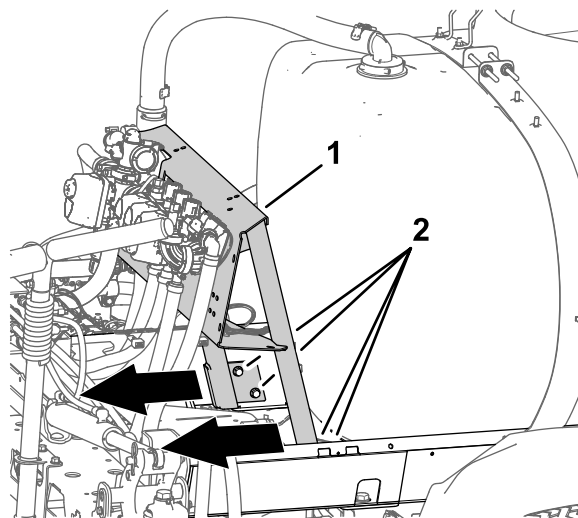

Figura 11
1. Afloje los 4 pernos con arandela prensada (3/8" x 1") y las 4 tuercas con arandela prensada (3/8") que sujetan el panel de montaje de las válvulas al bastidor del depósito (Figura 11).
2. Mueva el panel de montaje de las válvulas hacia atrás (Figura 11).